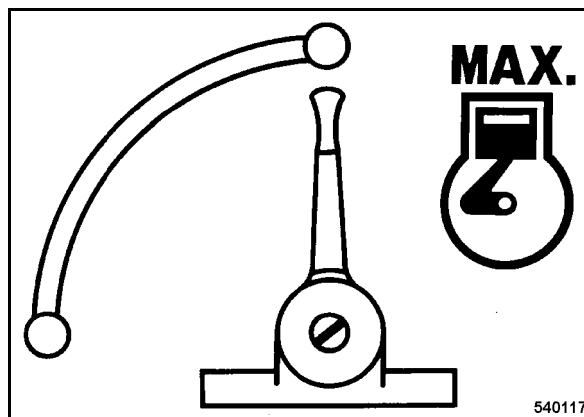

рис. 10
- Установить рычаг управления частотой вращения (рис. 10) в положение "MAX".